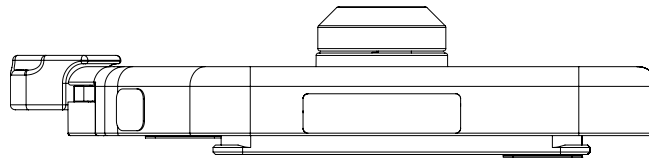

Figure 18: Base de Fixation Universelle installée sur l'Adaptateur Flex
4. Retourner la base, l'Adaptateur Flex vers le bas (Figure 18).